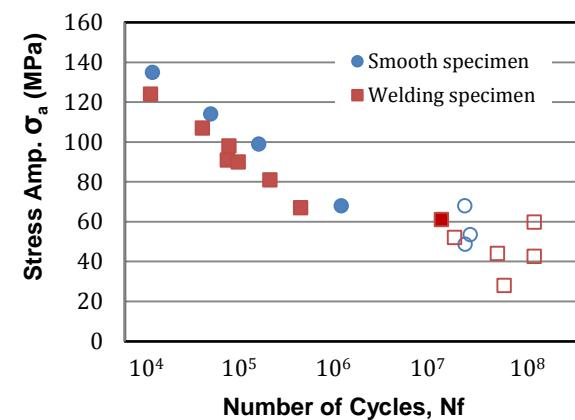

図1 平滑材及び溶接継手材のS-N線図
- 平滑材（Smooth Specimen）と溶接継手材（Welding Specimen）の変位一定型平面曲げ疲労試験機による疲労試験を行い、平滑材で68 MPa、溶接継手材（余盛り除去）で60 MPaの疲労限度となり、溶接しても約13%の低下に留まることが明らかとなった（図1）。